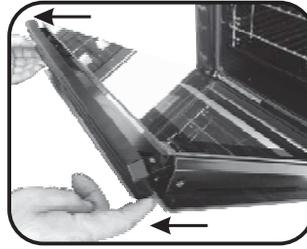

Рис. 4
- Зніміть верхню металеву кришку, потягнувши її вгору. (Рис. 4)